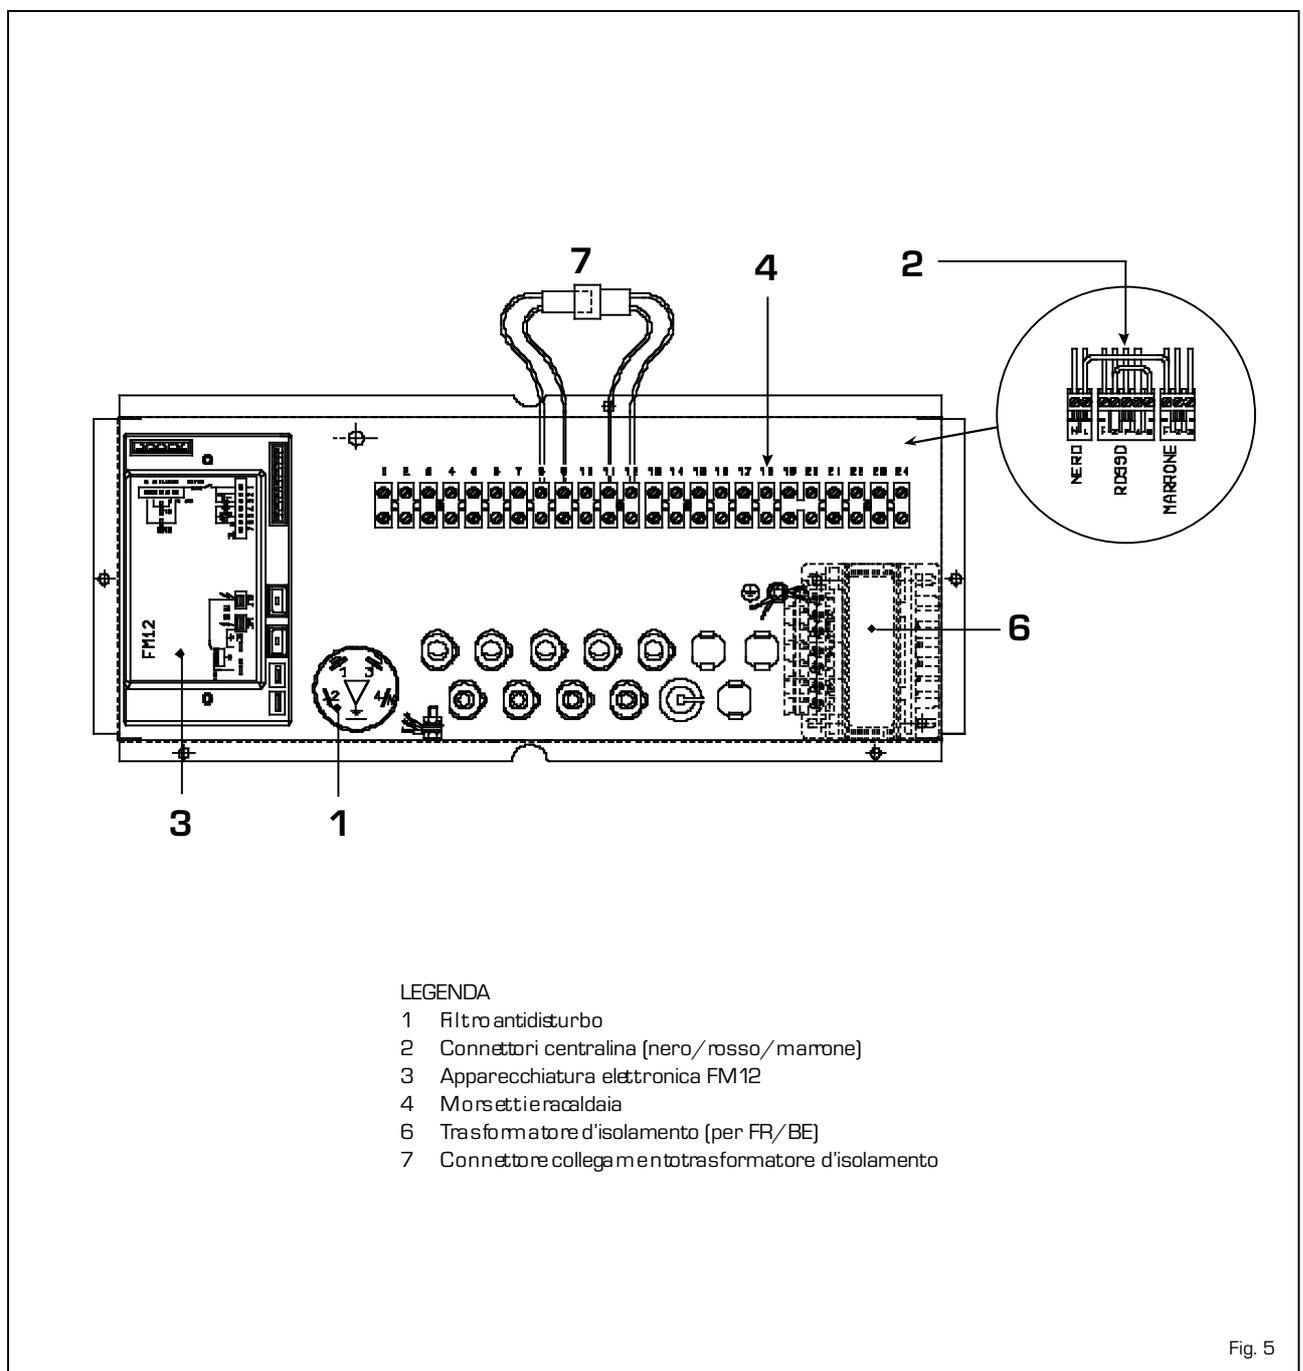
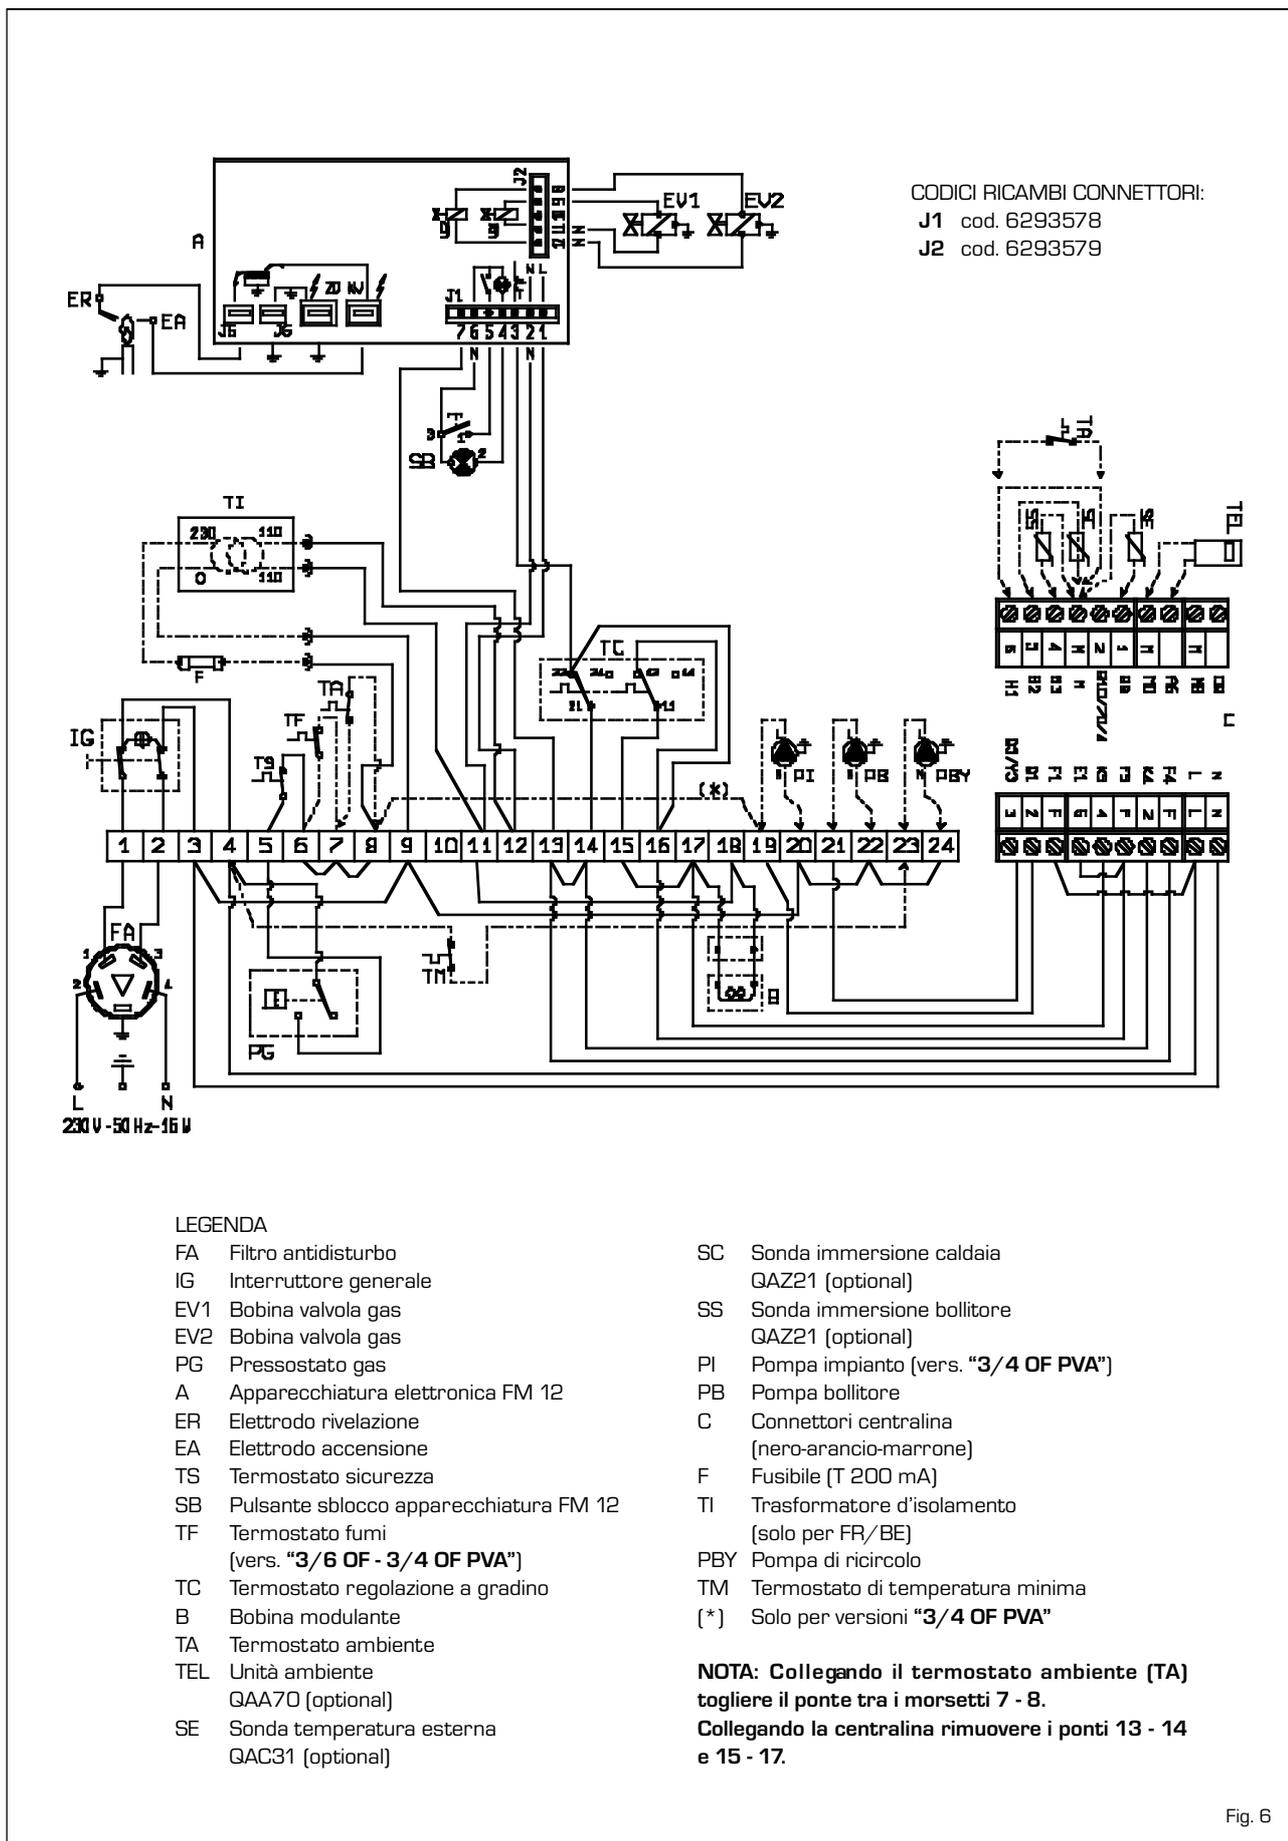

Fig. 5
Fig. 6
serie di connettori per l'installazione di una centralina optional RVA 43.222 cod. 8096303, contrassegnati da diversi colori: nero, arancio e marrone (fig. 5). I connettori sono polarizzati cosicché non è possibile invertirne l'ordine. Per installare la centralina RVA 43.222 è necessario collegare tali connettori e rimuovere dalla morsetteria i ponti 13-14 e 15-17 (contrassegnati in grassetto nello schema elettrico di fig. 6). La centralina consente inoltre l'utilizzo di sonde e unità ambiente i cui connettori, polarizzati e colorati, si trovano in un sacchetto all'interno del quadro comandi.
Per il montaggio della sonda temperatura esterna (SE) seguire le istruzioni riportate nell'imballo della sonda stessa. Per effettuare i collegamenti elettrici fare riferimento allo schema di fig. 6.